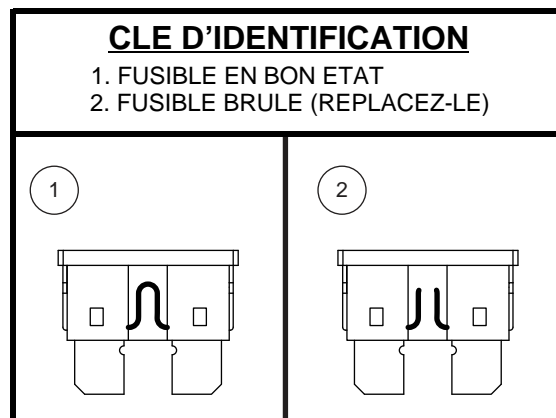

Figure 28. Le remplacement des fusibles
2. Examinez-le pour vérifier s'il est brûlé. **Voir la figure 28.**